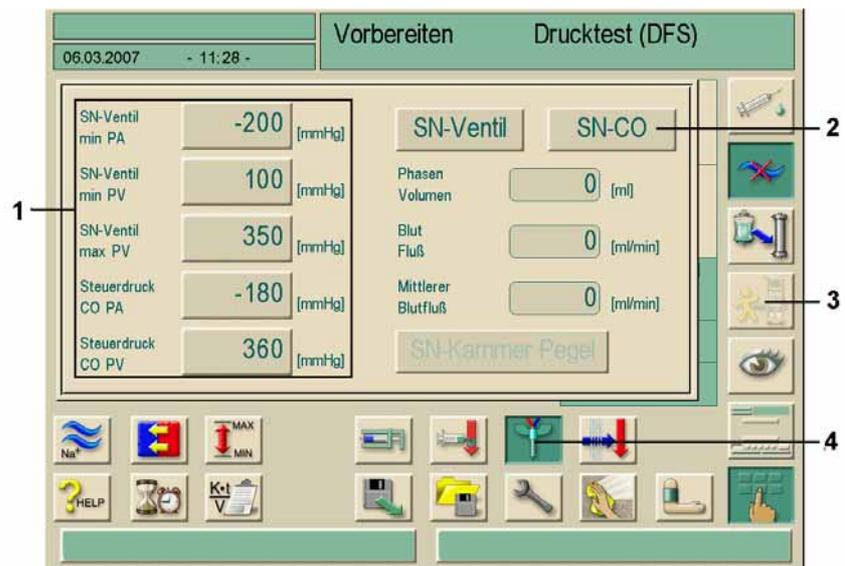

Fig. 9-2 Single-Needle-Cross-Over (SN-CO)
- Im SN-CO Fenster (Fig. 9-2) Feld **2** berühren.